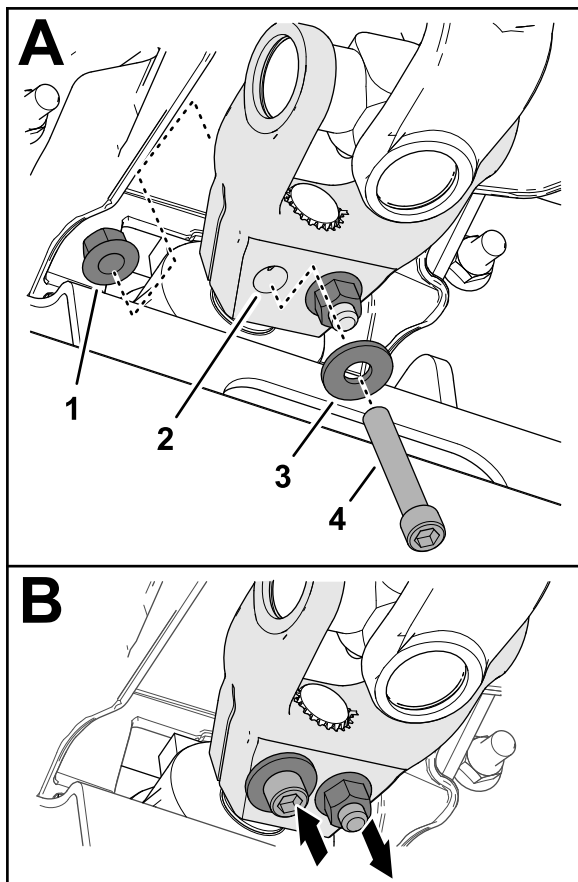

Figura 17
- Montate un bullone senza dado a brugola ( $\frac{3}{8}$ " x  $2\frac{1}{4}$ ") attraverso una rondella ( $\frac{3}{8}$ ") e il foro nella forcella dell'albero di trasmissione (Figura 17), e fissate il bullone senza dado con un dado di bloccaggio flangiato ( $\frac{3}{8}$ ").
- Montate un bullone senza dado a brugola ( $\frac{3}{8}$ " x  $2\frac{1}{4}$ ") attraverso una rondella ( $\frac{3}{8}$ ") e il foro nella forcella dell'albero di trasmissione dalla direzione opposta (Figura 17), e fissate il bullone senza dado con un dado di bloccaggio flangiato ( $\frac{3}{8}$ ").